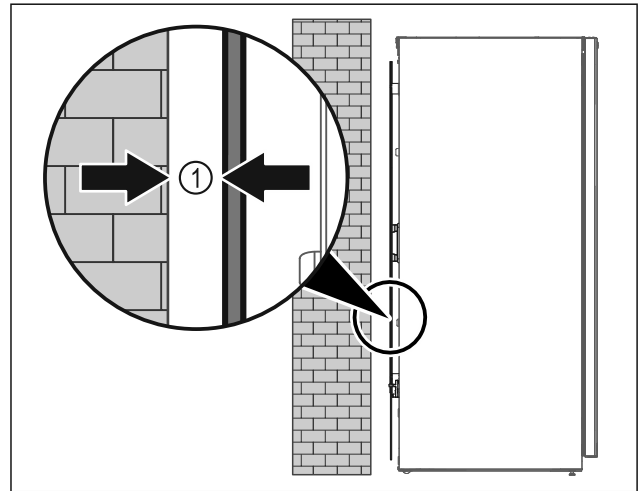

Fig. 37
- ▶ Állítsa fel a készüléket szabadon a helyiségben, vagy közvetlenül a fal mellé legalább 5 mm Fig. 37 (I) minimális távolságban.